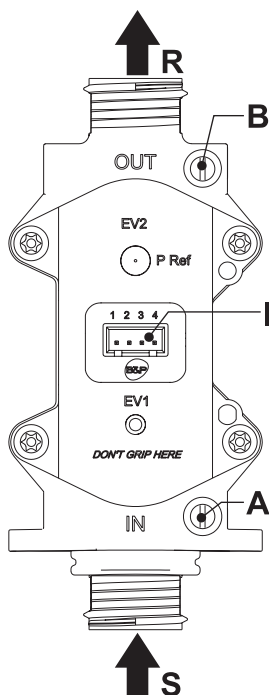

Рис. 18. Газовый клапан
- 2) Включите на котле режим «Тест» (см. рис. 18), для чего: